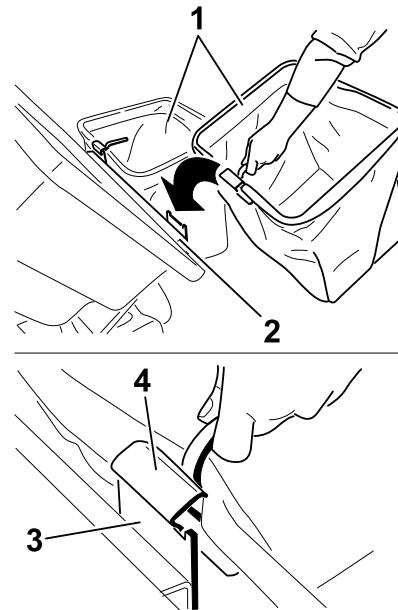

Figura 24
7. Alzate il coperchio del sistema di raccolta e inserite i cestini facendo scorrere i ganci del telaio dei cestini sulle staffe di ancoraggio (Figura 24).